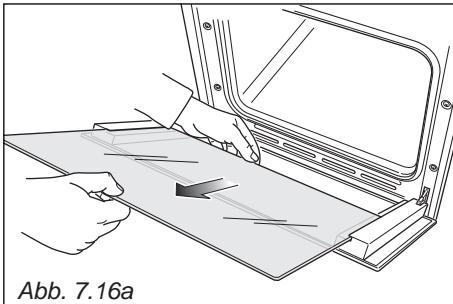

Abb. 7.16a
- Entnehmen Sie vorsichtig das innere Glassegment (Abb. 7.16a).